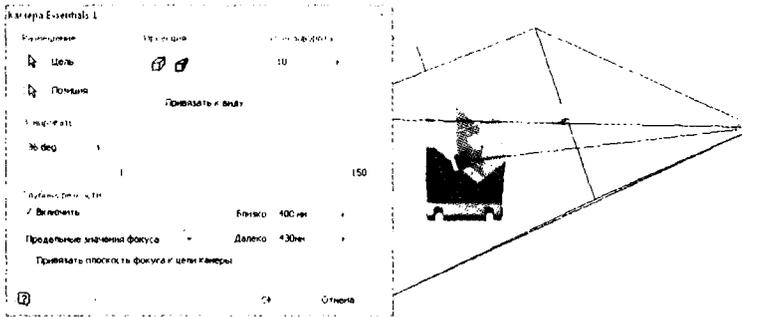

Рис. 13.13 Редактирование установок камеры
5. В группе **Глубина резкости** поставьте галочку **Включить**, и установите значение **Близко 400 мм**, **Далеко 430 мм**. См. рис. 13.13.